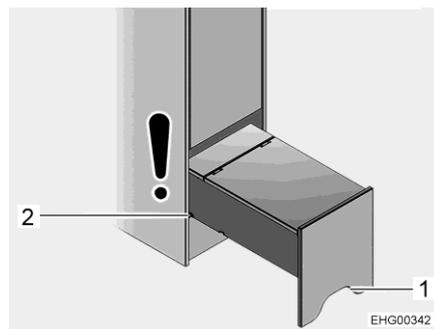

Fig. 79 Base di appoggio per la salita (completamente estratta)
- Afferrare la base di appoggio per la salita in corrispondenza dell'apertura (Fig. 79,1), sollevare leggermente ed estrarla fino alla seconda scanalatura (Fig. 79,2).